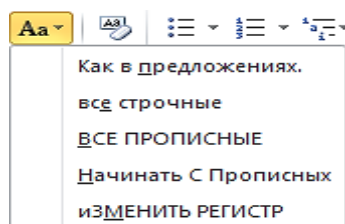

Рис. 44. Изменение регистра текста
2. Щелкнуть по кнопке **Регистр** группы **Шрифт** вкладки **Главная** и выбрать нужный регистр (рис. 44).